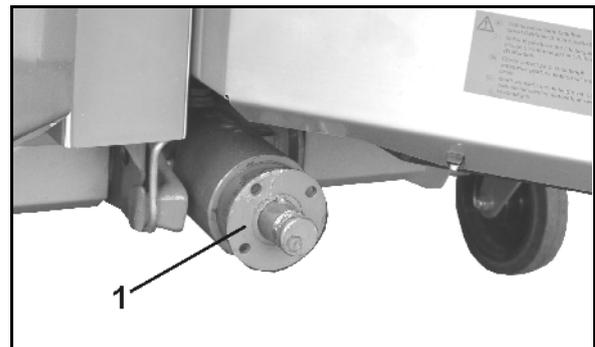

Fig. 26
2. Nettoyez l'arbre d'entrée (Fig. 26/1).
4. Dévissez la vis d'arrêt (Fig. 26/6).
5. Faites pivoter le bol de protection (Fig. 26/2) en position de montage (Fig. 26/7).
7. Desserrez le contre-écrou (Fig. 26/3) à l'intérieur de la mâchoire d'accouplement du limiteur à friction (jusqu'à ce que le goujon fileté ne dépasse plus hors du contre-écrou), dévissez le goujon fileté à six pans creux (Fig. 26/4) et vérifiez si la mâchoire d'accouplement se retire aisément de l'arbre de boîtier.
Veillez à ce que la clavette (Fig. 26/5) soit entièrement couverte !
9. Assurez-vous que l'arbre à cardan ne puisse pas se déplacer axialement. Pour cela, serrez à fond le goujon fileté six pans creux à l'aide d'une clef pour vis six pans creux et bloquez l'ensemble à l'aide du contre-écrou (Fig. 26/3).
2. Desserrez le contre-écrou (Fig. 26/3) à l'intérieur de la mâchoire d'accouplement du limiteur de couple à friction. Dévissez le goujon fileté (Fig. 26/4).